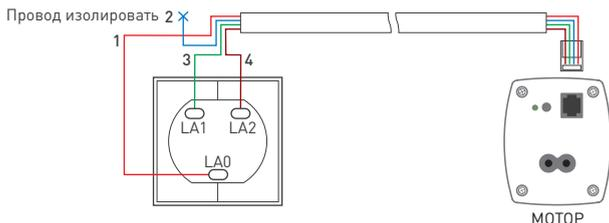

Рис. 1.
- 3.5. Присоедините выключатель согласно схеме на рис. 1.